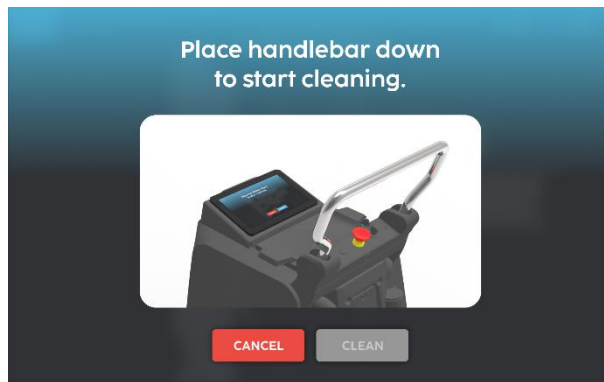

Fig. 8
7. Plaats de greepstang omlaag om te beginnen met schoonmaken (Fig 8).